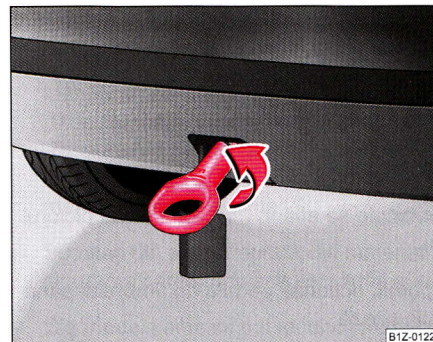

Fig. 216 Bara de protecție din spate:
- Înșurubați inelul cu mâna înspre stânga ⇒ **fig. 216** și strângeți cu cheia de roată (introduceți cheia prin inel).